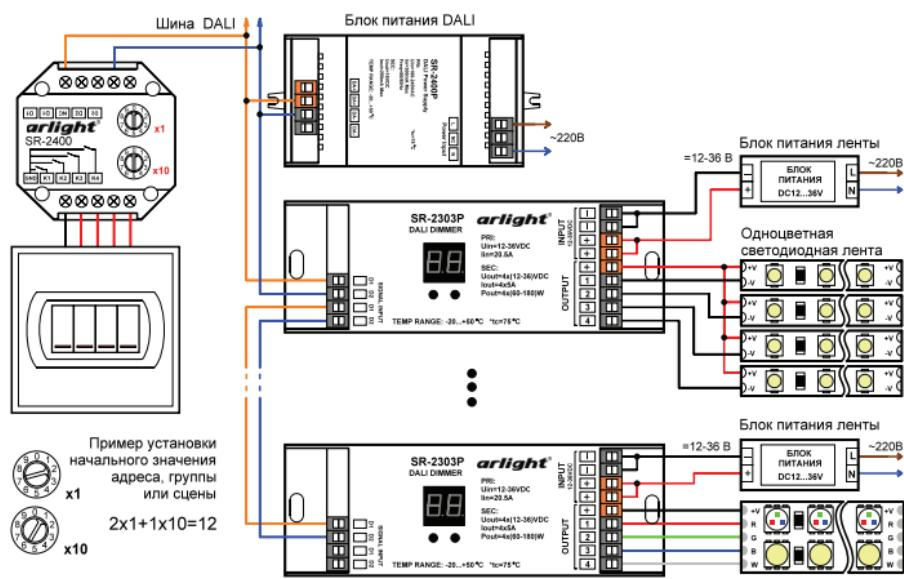

Рис.1. Подключение оборудования.
- 3.2. Подключите кнопочный выключатель с нормально разомкнутыми контактами к клеммам GND (общий провод всех кнопок) и K1, K2, K3, K4 (см.Рис.1).
На Рис.1 показан пример установки числа 12. При такой установке кнопка 1 будет управлять адресом, группой или сценой 12, кнопка 2 – 13, кнопка 3 – 14, кнопка 4 – 15. Максимально возможное количество адресов и устройств на однойшине DALI – 64. Максимально возможное количество групп или сцен на однойшине DALI – 16.